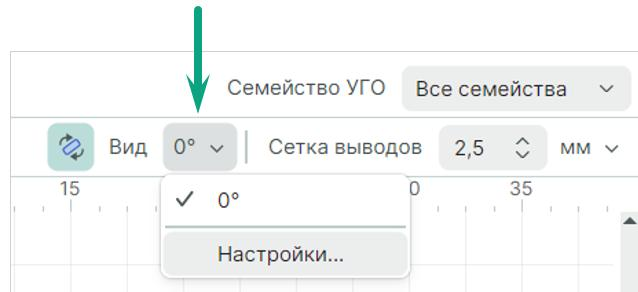

Рис. 179 Настройка типов отображения УГО
- Выберите в выпадающем списке «Вид» пункт «Настройки...», Рис. 179.